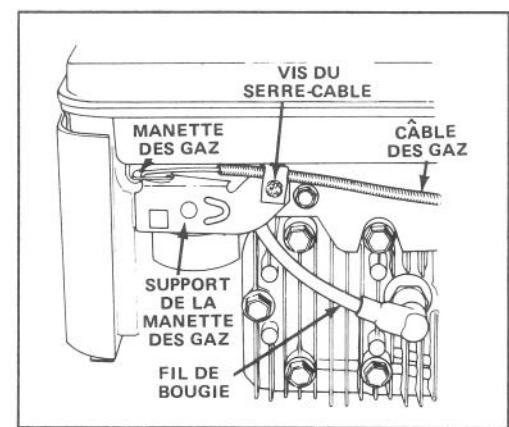
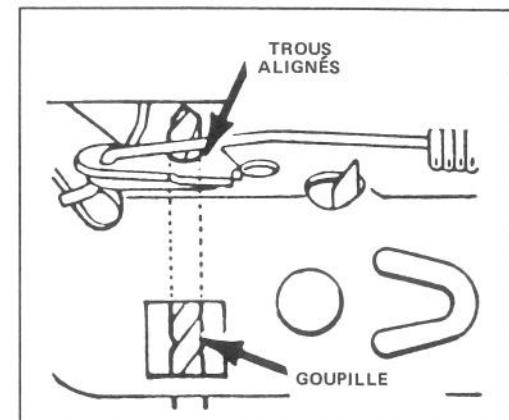

Figure 21
Figure 22
1. **⚠ Assurez-vous que le moteur est arrêté et que le fil de haute tension est débranché de la bougie (Fig. 21).**
3. Desserrer la vis du serre-câble de façon à permettre au câble de glisser (Fig. 21). Aligner les trous de la manette des gaz sur ceux du support au moyen d'une goupille de 3 mm (0,21 pouce) de diamètre (Fig. 22). Resserrer la vis du serre-câble pour conserver le réglage su câble.
1. Arrêtez le moteur et enlevez la clé du commutateur ou débranchez le câble de la bougie (Fig. 21).
1. Arrêtez le moteur et débranchez le fil de la bougie (Fig. 21).